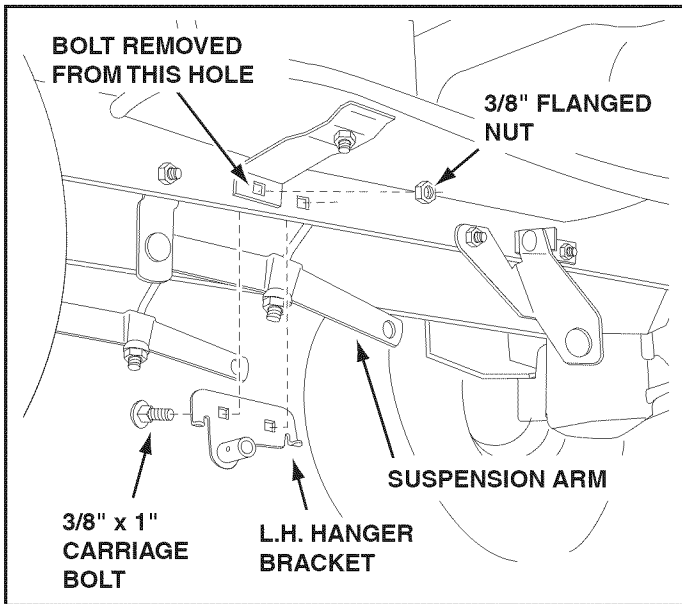

FIGURE 25 LEFT SIDE VIEW
STEP 26: (SEE FIGURE 25 or 26)